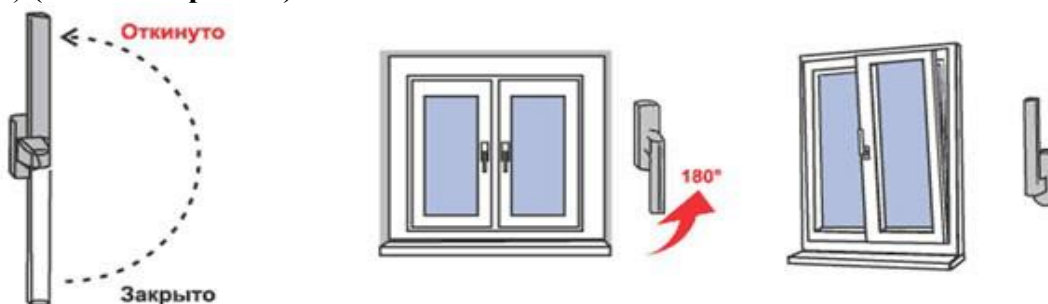

Рис. 2
2. Для перевода створки из закрытого положение в откидное, поворот створки относительно нижней горизонтальной оси, (положение «Откинута» на Рис.2) ручку поворачивают вертикально на 180 градусов вверх, затем, потянув за ручку, поворачивают створку относительно нижней горизонтальной оси на заданный изготовителем угол (не более 10 градусов) (**откидной режим**).
3. Для запираения створки из открытого или откидного положения ее сначала закрывают и, придерживая створку рукой, поворачивают ручку вертикально вниз (положение «Закрыто» на Рис. 2).